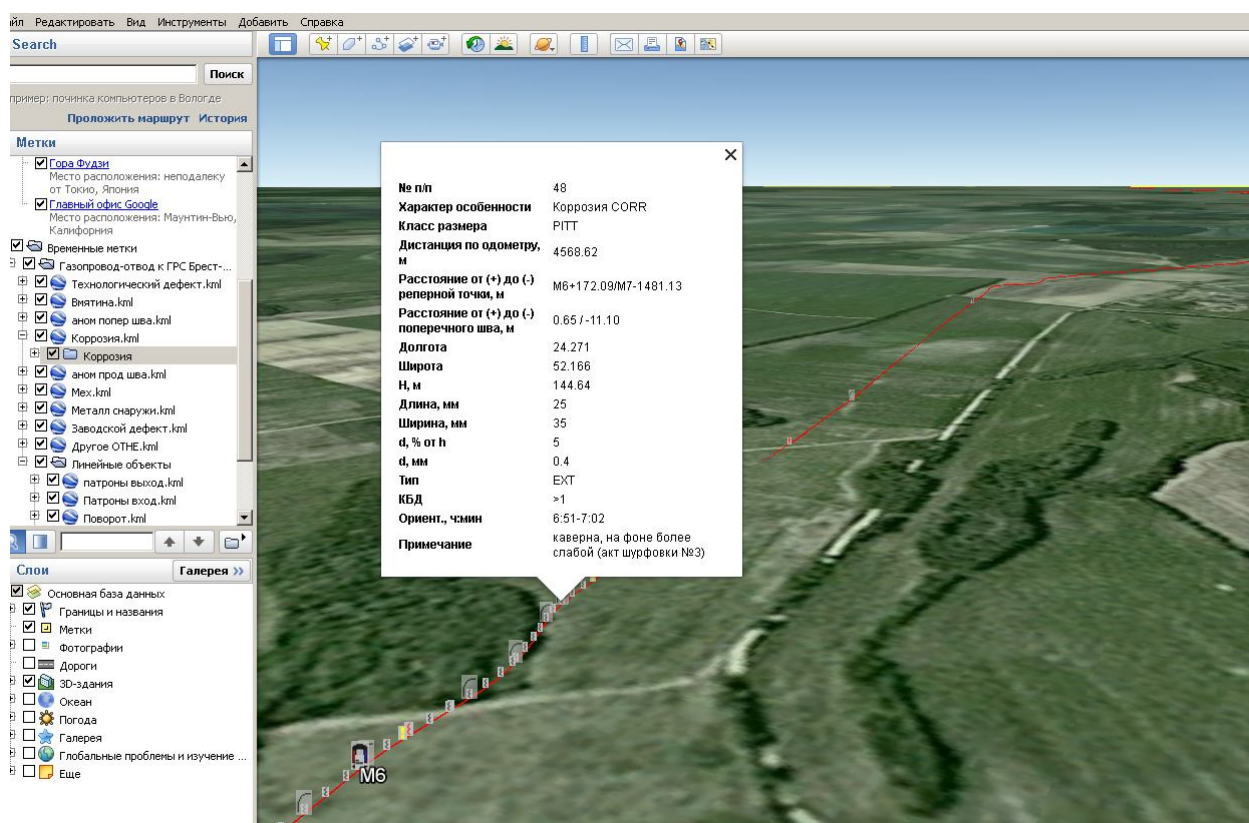

Рис. 1
4. Для загрузки файла используется меню программы «*Google Earth*» - Файл-Открыть. При этом на фоне фотографий местности со спутника отображаются пространственное положение и результаты ВТД участка трубопровода (см. рис.1).
5. Выбор отображаемых элементов трубопровода осуществляется на левой полосе экрана в разделе «*Временные метки*» постановкой или снятием «галочек» против соответствующих позиций (см. рис.1).